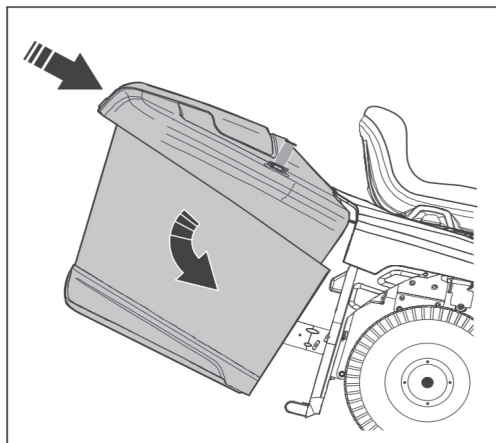

Рис. 19
- Наклоните травосборник и установите его на 2 кронштейна (Рис. 19).